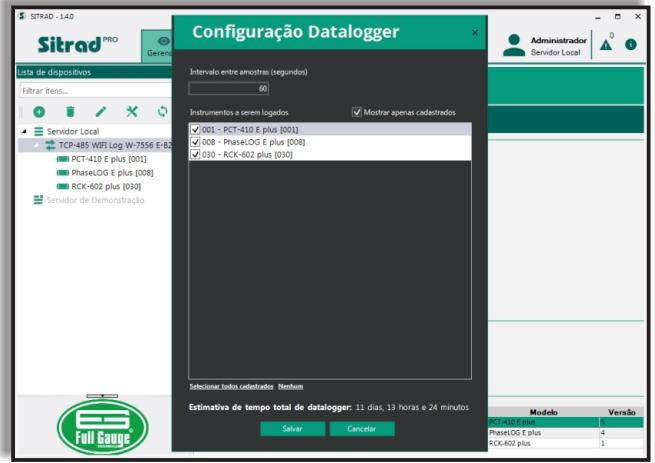

Figura 32
Passo 2: A tela **Configuração Datalogger** é exibida (Figura 32). Configure o intervalo entre amostras e selecione os instrumentos que deseja que sejam registrados no datalogger. A princípio, apenas os instrumentos cadastrados são exibidos na lista. Para inserir instrumentos por endereço sem que tenham sido ainda instalados, desseleccione a caixa **Mostrar apenas cadastrados**, e todos os endereços ficarão disponíveis para escolha. A tela também exibe o tempo total de histórico estimado do datalogger. Clique em **Salvar** para manter as alterações.